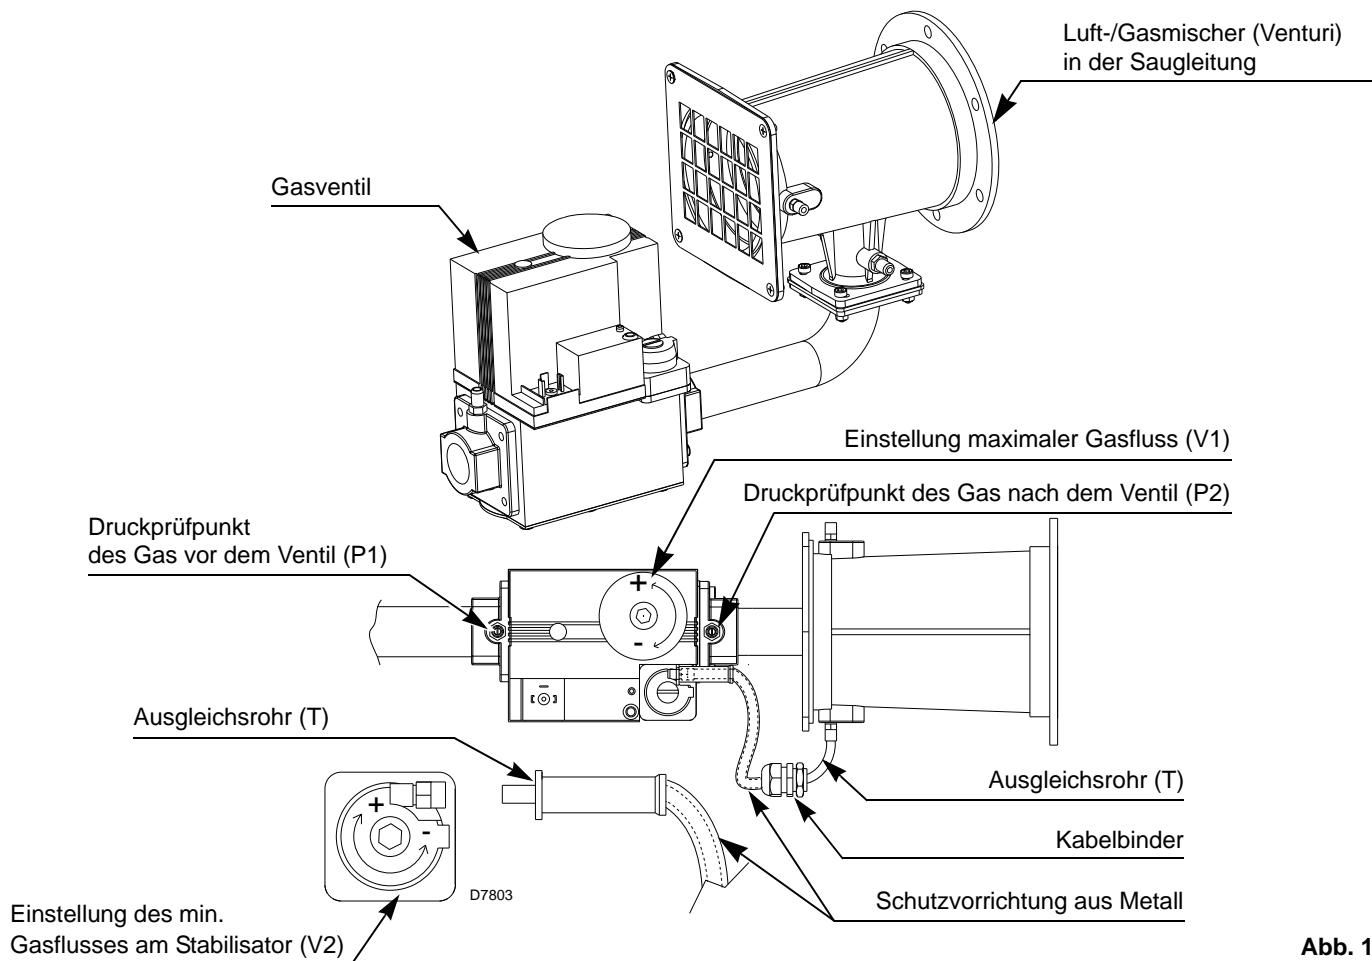

Abb. 19
Das Rohr (T)(Abb. 19) zwischen Ventil-Venturi ermöglicht den Ausgleich einer plötzlichen Verstopfung der Saugleitung durch die Verringerung des ausgegebenen Gases.
- Die Luft aus der Gasleitung mittels der Schraube an der Ansaugöffnung P1 ablassen (Abb. 19 auf Seite 20).
Die Schraube V1(Abb. 19 auf Seite 20) am Mischer des Gasventils geringfügig entgegen dem Uhrzeigersinn drehen.
Die Einstellung des Gasdurchsatzes erfolgt über die beiden Schrauben V1 und V2 (Abb. 19 auf Seite 20).